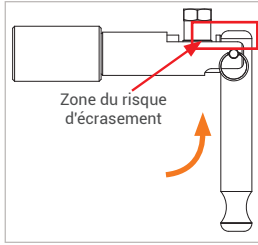

Figure 7
- ▶ Saisissez le connecteur au niveau de l'unité de base (pos. 1).
- ▶ Actionnez le levier de serrage (pos. 1) vers l'arrière, dans sa position de sortie (Figure 7).